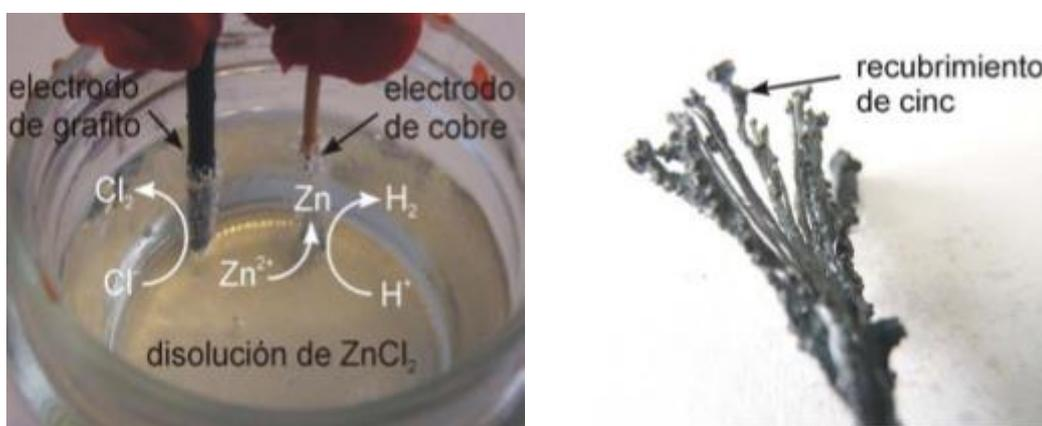

Figura 18: Electrolisis de cloruro de cinc y electrodo de cobre recubierto de cinc²⁷
4. En el extremo que queda por fuera de la disolución de cada electrodo se pega un poco de plastilina para que sirva de enganche con los cables que van a ir a la fuente de alimentación. El polo negativo de la fuente debe de enlazarse al electrodo de cobre y el polo positivo al electrodo de grafito. (ver Figura 18)²⁷